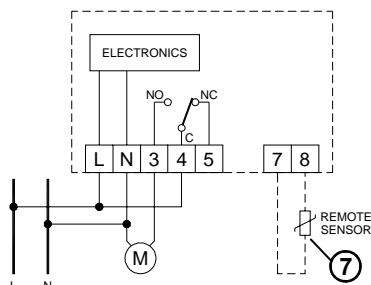

Fig. 5
4. Realizar las conexiones eléctricas, haciendo pasar los cables a través de la apertura rectangular (8), siguiendo el esquema de la Fig. 5.